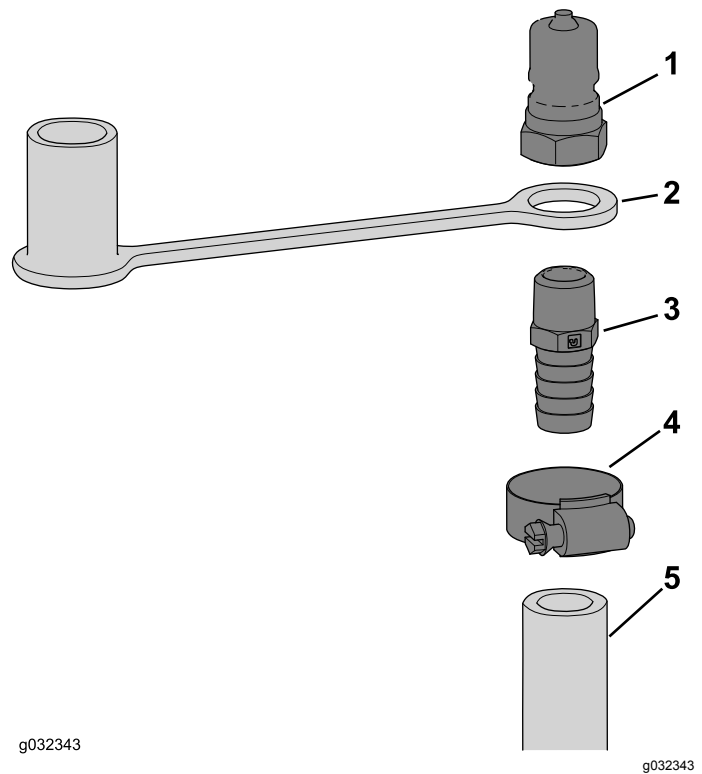

Bild 8
2. Setzen Sie den Staubdeckel auf das Gewindeende des geraden Anschlussstückes (Bild 8).
3. Schrauben Sie das gerade Anschlussstück ($\frac{3}{8}$ " NPT x 0,625 Zahnung) auf den Stecker (Bild 8).